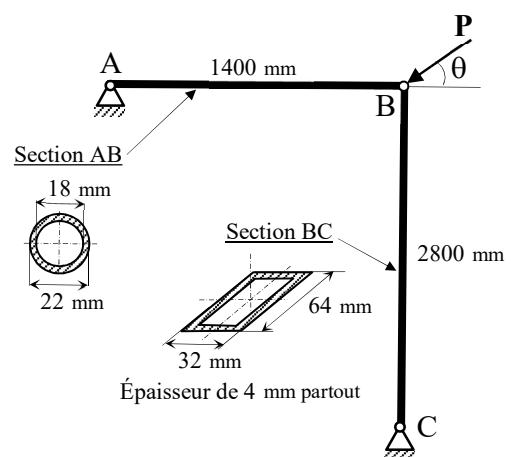

Figure 4
a) En considérant uniquement le flambement dans le plan de la structure ABC représentée à la figure 4, déterminer la valeur de l'angle θ comprise entre 0° et 90° pour laquelle la grandeur admissible de la charge P est maximale.